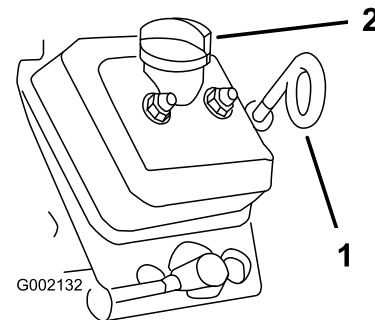

Bild 18
3. Reinigen Sie den Bereich um den Ölpeilstab und Fülldeckel (Bild 18), damit kein Schmutz in Peilstabrohr oder Füllstutzen gelangen und den Motor beschädigen kann.
4. Schrauben Sie den Ölpeilstab los und wischen das Ende ab (Bild 18).
5. Stecken Sie den Ölpeilstab vollständig in das Peilstabrohr (Bild 18).
8. Setzen Sie den Fülldeckel auf, siehe Bild 18.
9. Stecken Sie den Ölpeilstab vollständig ein (Bild 18).